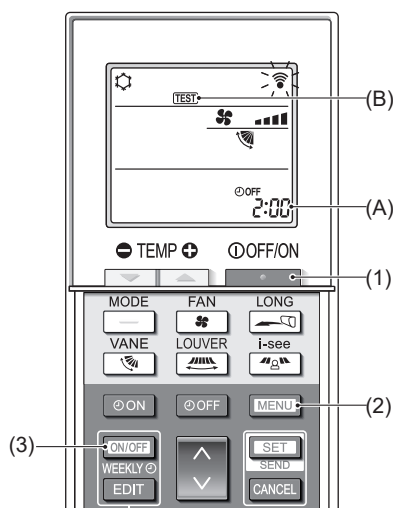

Fig. 7-5
■ Essai de fonctionnement (Fig. 7-5)
- Appuyez sur le bouton (1) pour arrêter le climatiseur.
- Si la minuterie hebdomadaire est activée (WEEKLY est affiché), appuyez sur le bouton (3) pour la désactiver (WEEKLY disparaît).
- Appuyez sur le bouton (2) pendant 5 secondes.
- Appuyez sur le bouton (2).